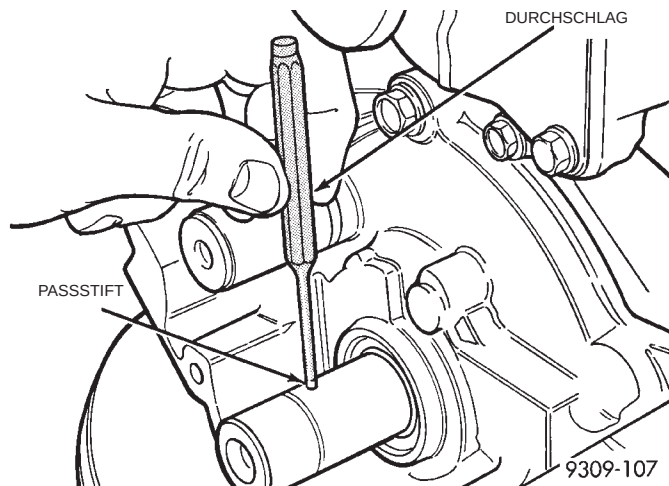

Abb. 78 Passstift/Kurbelwellenrad—Aus-/Einbau
- (3) Den Passstift mit leichten Schlägen aus der Kurbelwelle treiben (Abb. 78).
- (2) Passstift 1,2 mm (0,047 Zoll) tief in die Kurbelwelle einführen (Abb. 78).